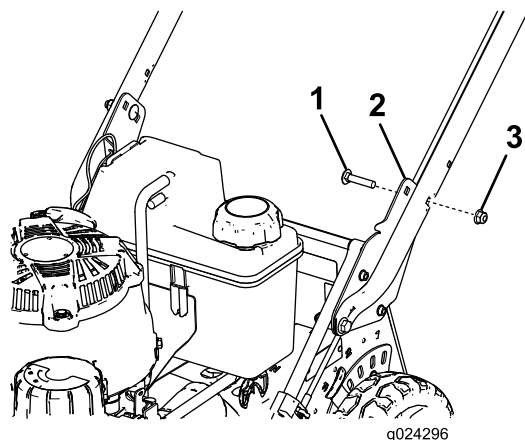

**Figura 4**
- Sistematemi dietro la macchina in posizione di guida per determinare l'altezza della stegola più adatta a voi (Figura 4).